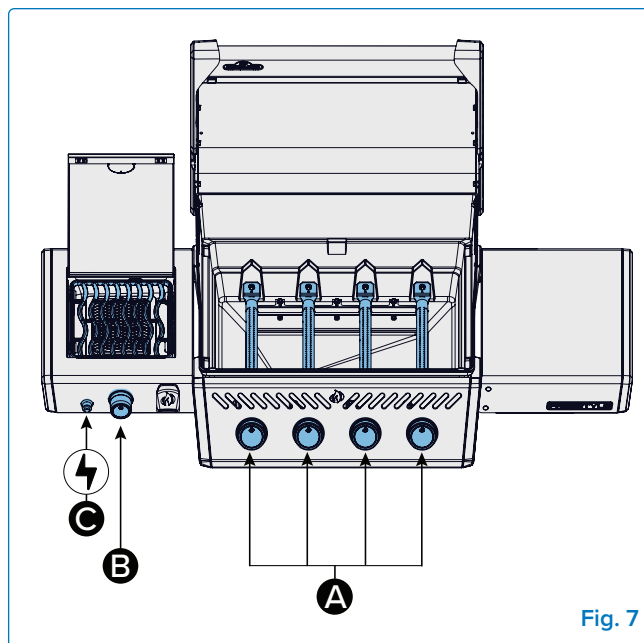
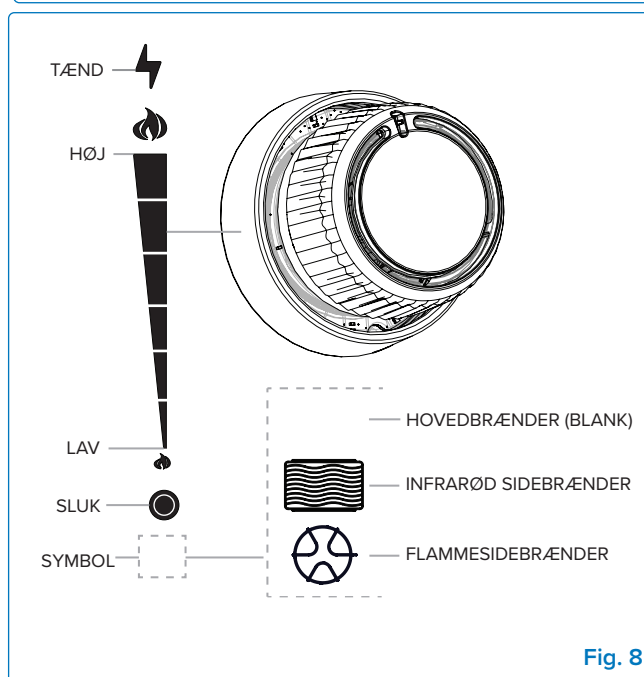

Fig. 7
Fig. 8
1. Åbn grilllåget (**Fig. 7**).
2. Tryk og drej langsomt en hvilken som helst hovedbrænderknap mod uret til HØJ position, indtil tænderen tænder. Fortsæt med at trykke ned på kontrolknappen, indtil brænderen tænder, og slip derefter (**Fig. 7-A, Fig. 8**).
2. Tryk og drej langsomt sidebrænderknappen mod uret til HØJ position, indtil gnisten tænder brænderen. (**Fig. 7-B, Fig. 8**).
1. Tryk og drej langsomt sidebrænderknappen mod uret til HØJ position (**Fig. 7-B, Fig. 8**).
2. Tryk og hold tændingsknappen nede, indtil brænderen tænder, eller tænd med en tændstik (**Fig. 7-C**).